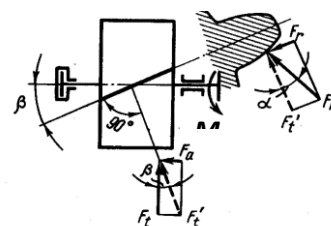

Рис. 5.5 Схема сил, действующих в косозубой
3.5 Определяем усилия в зубчатом зацеплении (рисунок 5.5):